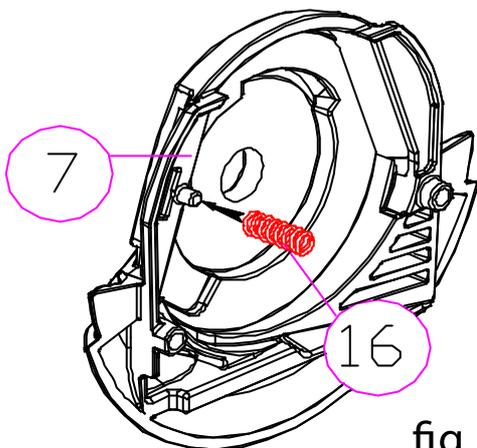
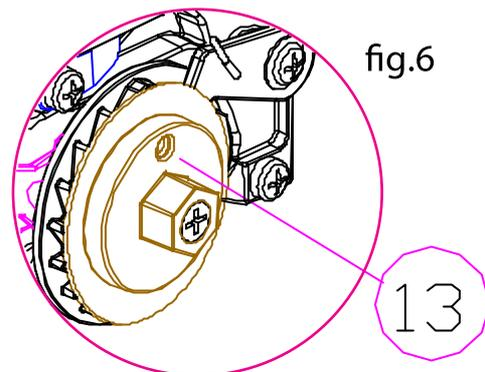

fig.5
fig.6
- Sia nel caso della gettoniera da 2 monete o gettone, si dovrà sostituire anche il selettore di queste gettoniere con il selettore da 1 moneta (4).
3. Successivamente, collocare la molla bilanciante (16) nell'apposita sporgenza che si trova nel telaio frontale fig. 5. Posizionare e avvitare il telaio posteriore e l'estensione (13), collocando il punto di posizionamento dell'estensione nella parte superiore fig. 6.